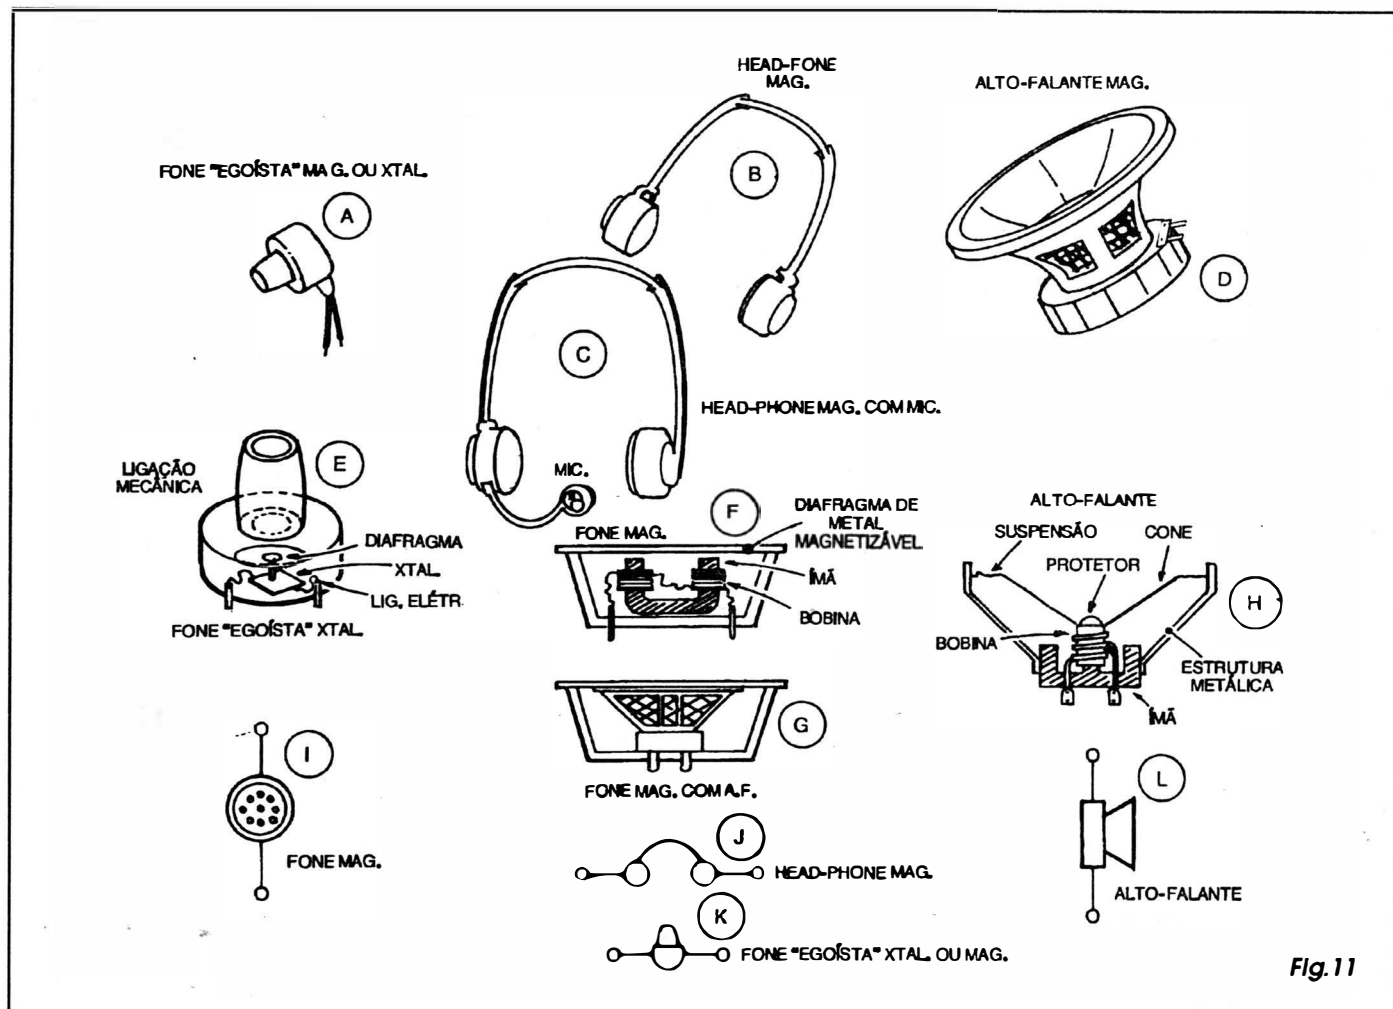

Fig. 11
- FIG. 11 - OS TRANSDUTORES ELETRICIDADE-SOM...